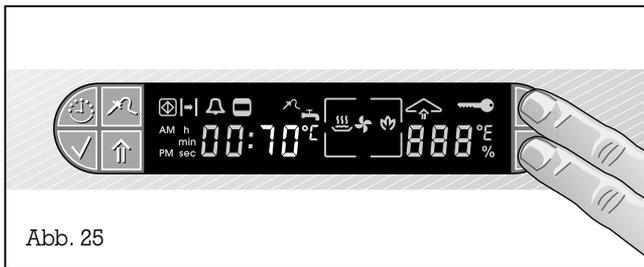

Abb. 25
- Durch Betätigen der Tasten + und - können Sie einen Wert zwischen 1°C und 99°C eingeben (Abb. 25).